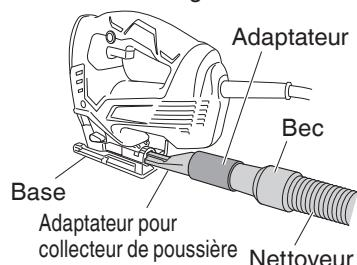

Fig. 19
- (3) Raccorder le adaptateur pour collecteur de poussière à l'adaptateur. (Fig. 19)
- (4) Raccorder l'adaptateur au bec du nettoyeur. (Fig. 19)